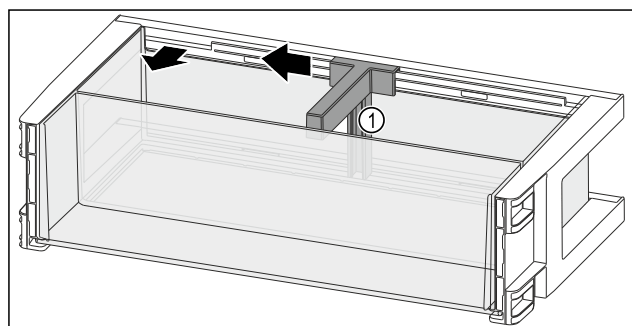

Fig. 122
- ▶ Przesunąć uchwyt butelek Fig. 122 (1) na bok do zagłębienia.
- ▶ Wyjąć uchwyt butelek Fig. 122 (1).